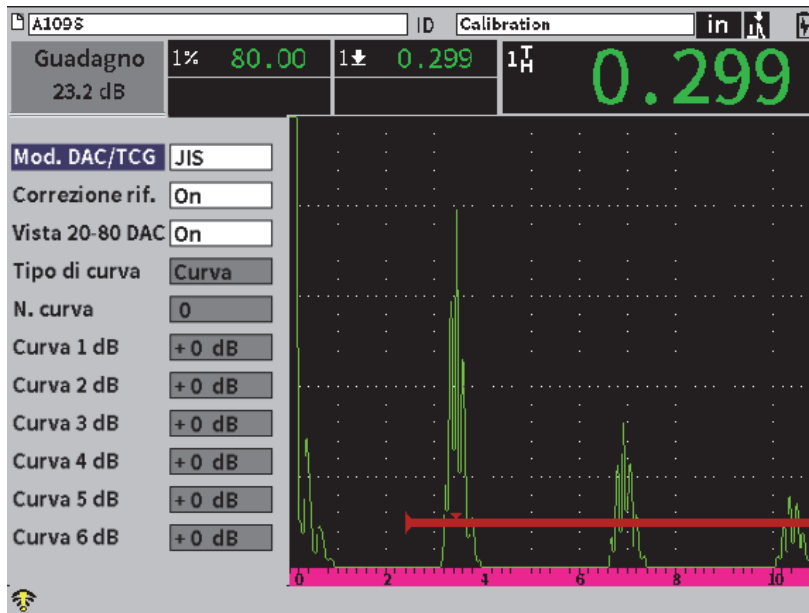

Figura 11-15 Modalità JIS
2. Nella finestra di dialogo DAC/TCG ruotare la manopola di regolazione per definire **Mod. DAC/TCG** come **JIS** (vedere Figura 11-15 a pagina 194).